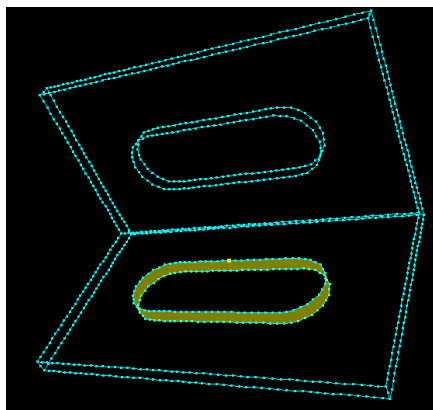

図4 境界条件設定画面
- ① 画面左のタブの「境界条件」をクリックする。
- ② 「境界面グループ化」枠で分割数を設定する。（ここではデフォルトの値を用いる）
- ③ 「境界面グループ化」枠の「実行」をクリックする。変換終了の確認が表示されるので、「OK」をクリックする。
- ④ 「境界条件設定」枠の「実行」をクリックすると、モデルが表示される。
- ⑤ 以下の手順で境界条件を設定する。
- a) 図4に示す面を選択し、「BC」→「Add Displacement」をクリック。